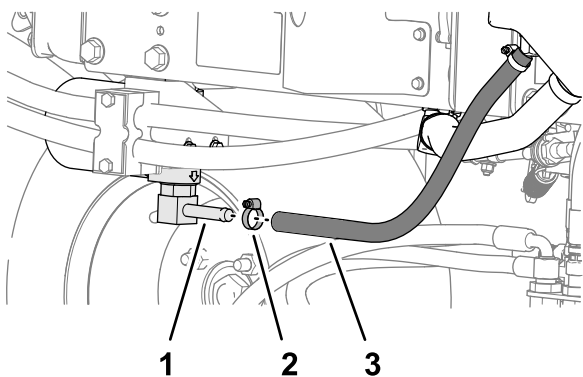
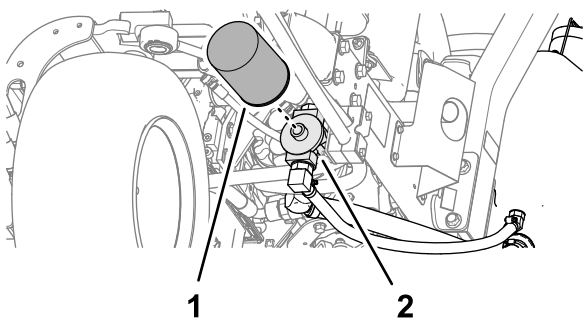

Figura 85
Figura 86
2. Desconecte la manguera hidráulica (Figura 85) o retire el filtro hidráulico (Figura 86) y deje fluir el fluido hidráulico en un recipiente de vaciado.